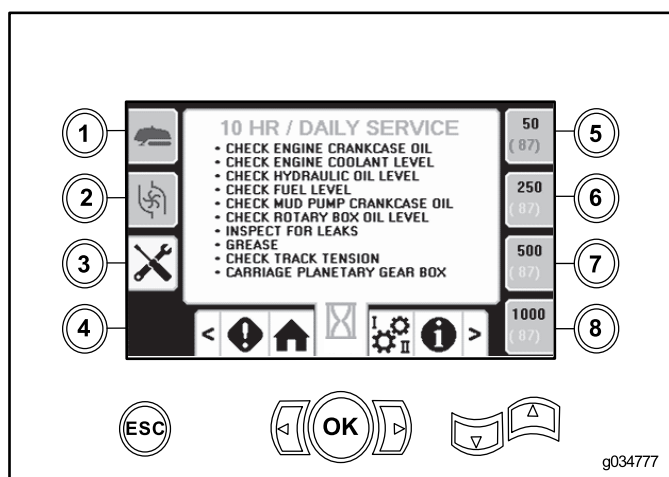

Figura 5
- Botão 3 – programação de manutenção de 10 horas/diária (Figura 5)